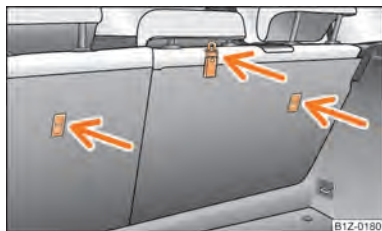

Fig. 137 Scaunul din spate: Top Tether
În unele țări, legea impune echiparea scaunelor din spate cu inele de fixare pentru scaunele pentru copii cu sistem „Top Tether” ⇒ fig. 137.
- Fixați scaunele pentru copii cu sistem „Top Tether” numai în locurile special prevăzute ⇒ fig. 137.